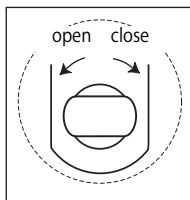

図2 - 逃し弁
4. ポンプハンドルの方形端を使用する前に、逃がし弁のステムを反時計方向に回して弁を開きます(2回以上回さないでください)。図2を参照してください。
モデルGBJ020〜GBJ100: ジャッキの手持ちハンドルの位置については、図2(番号11)を参照してください。